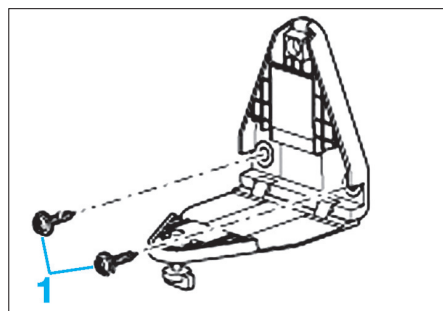

Fig. 82
- Déposer le support du triangle en dévissant les fixations (1) (Fig.82).